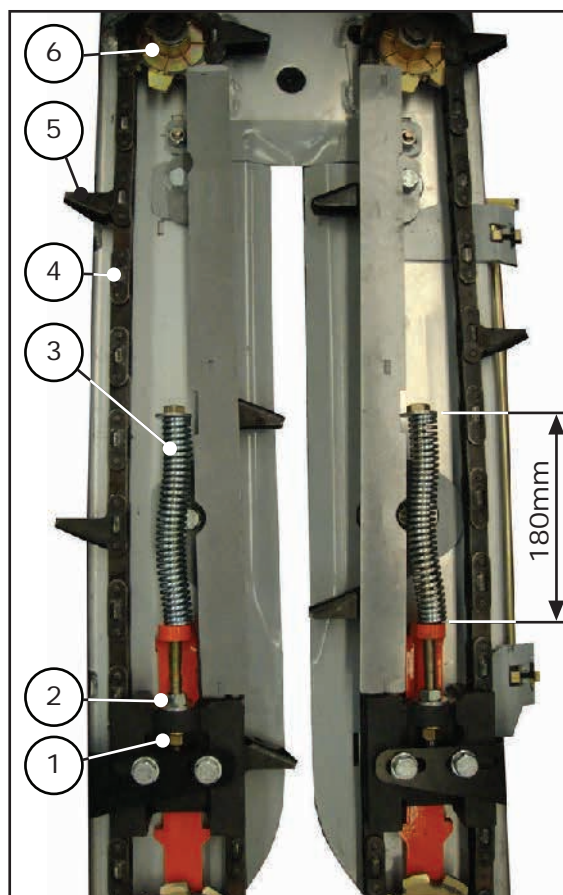

Figura 37
A tensão de trabalho destas correntes é ajustada através da mola (3). A tensão está correta quando o comprimento desta mola for de 180mm medidos, conforme mostrado na figura 37.
- b) Solte a contra porca (1) e aperte a porca (2) até obter a medida correta da mola (3). Após, reaperte a contra porca (2), figura 37.
As correntes (4) possuem aditamentos (5). O sincronismo consiste em montar as correntes nas rodas dentadas (6) de modo que os aditamentos fiquem intercalados entre si (conforme mostrado na figura 37) e nunca frente a frente. A função deste sincronismo é estabelecer um distanciamento entre os dedos (5) para evitar possíveis choques entre as pontas dos mesmos e garantir um melhor arraste das espigas.